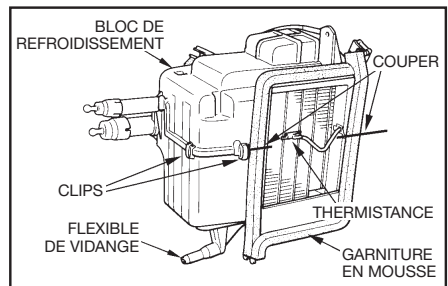

fig. 3
2. Ouvrir le boîtier du bloc de refroidissement et déposer l'ensemble de l'évaporateur en suivant les procédures données par le fabricant du véhicule (Voir fig. 3).